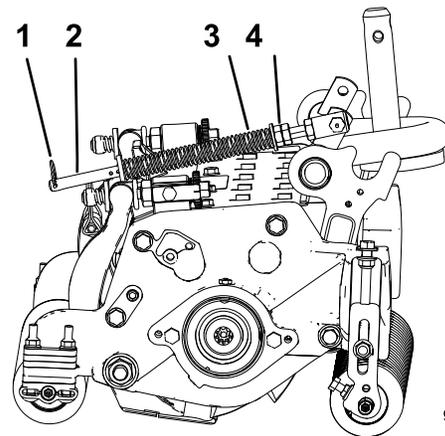

図 22
1. スプリングロッドの後穴にヘアピンコッターを忘れずに取り付けてください(図 22)。
2. スプリングロッド前部の六角ナットを締めて、スプリング圧縮状態の長さが15.9cmになるようにする(図 22)。